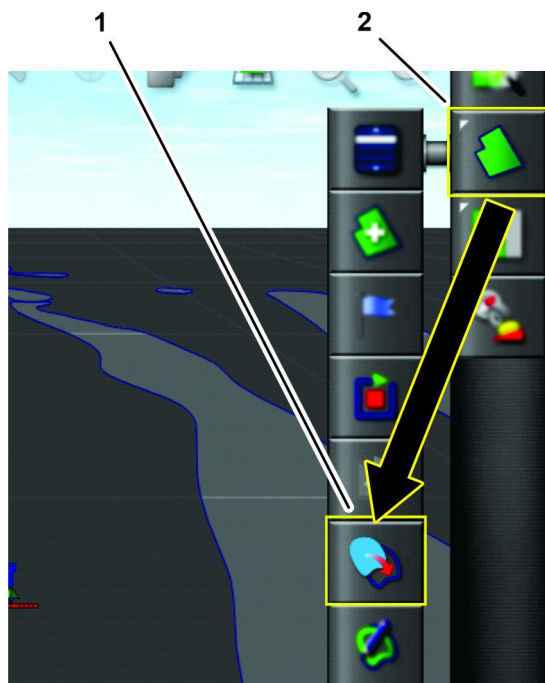

Bild 73
4. Tippen Sie auf das Symbol FELDMENÜ und dann auf das Symbol FELDGRENZE AUS FORMDATEI ERSTELLEN (Bild 73).